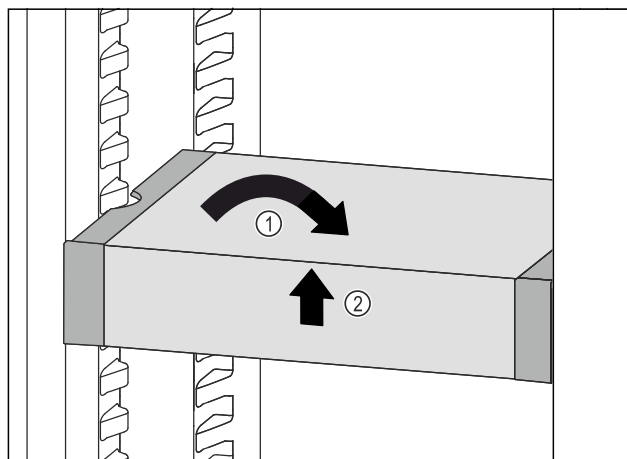

Fig. 119
- VarioSafe ustawić prosto. Fig. 119 (1)
- VarioSafe unieść z przodu. Fig. 119 (2)